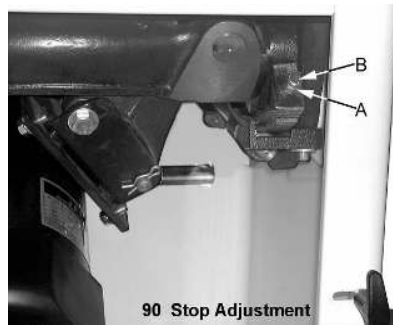

рис. 19
5. Если пильный диск не под углом 90 градусов, откройте крышку двигателя, ослабьте контргайку ( A см. рис. 19) и поверните стопорный винт регулировки (B, рис. 19) на передней цапфе во внутрь или наружу. Регулировочный винт следует прекратить вращать на переднем кронштейне цапфы, когда пильный диск находится в 90 ° к столу.
6. Затяните контргайку ( A см. рис. 19).